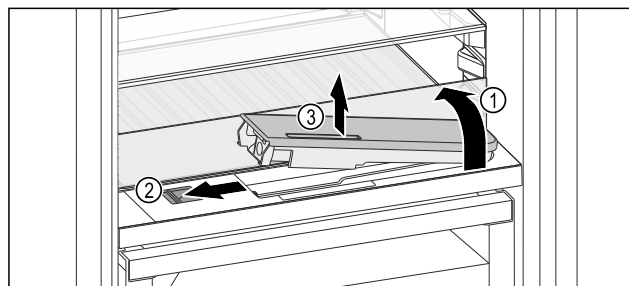

Fig. 173
- Skleněnou desku nadzvedněte a zaklapněte dozadu až na doraz Fig. 173 (1).
- Posuvník Fig. 173 (2) posuňte doleva.
- Vyjměte nádržku na vodu Fig. 173 (3).